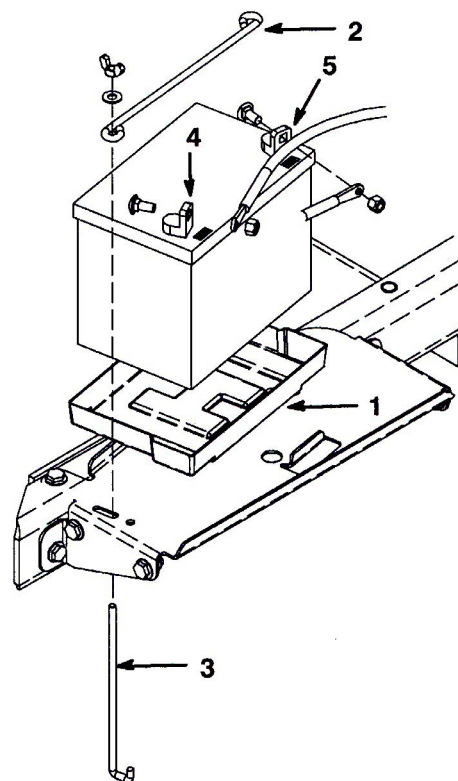

図5
8. バッテリー・ボックスのトレーにバッテリーを載せる(図5)。この時、端子が車体の外側へ向くようにする。
9. 横棒(1本)、縦棒(2本)、平ワッシャ(2枚)、と蝶ネジでバッテリーを固定する(図5)。
10. プラス(赤)ケーブルをプラス(+)端子に、ボルトと蝶ナットで固定する。次に、マイナス(黒)ケーブルをマイナス(-)端子に接続し、ボルトと蝶ナットで固定する(図5)。ショート防止のために(+)端子にゴムキャップをかぶせる。